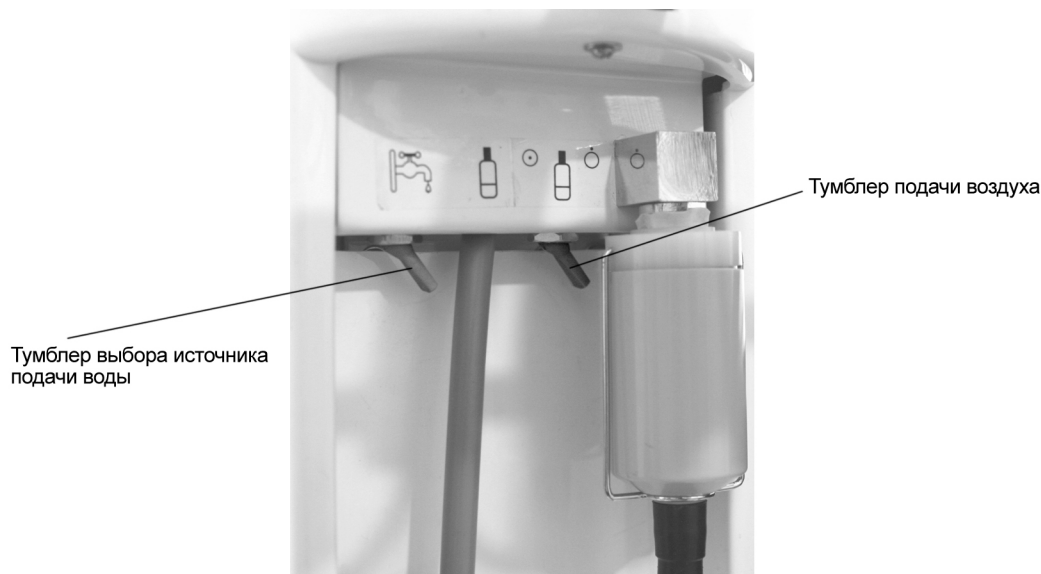

Рис. 7.6. Система автономной подачи воды
- Выключите тумблер подачи воздуха (см. рис. 7.6).